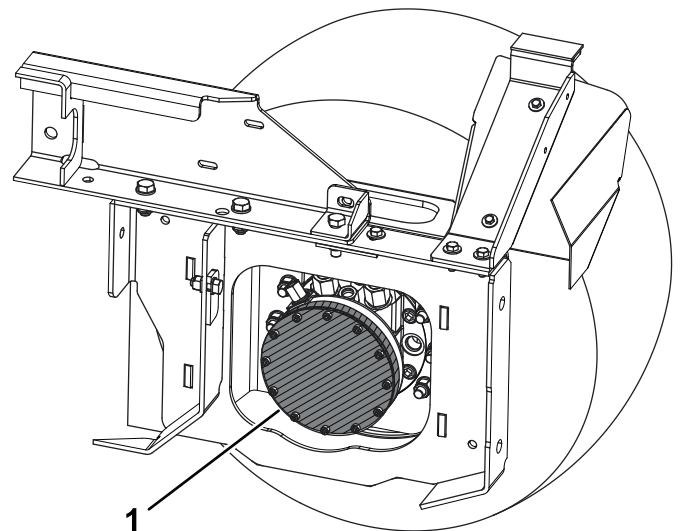

Figura 1
3. Identifique o motor da roda frontal direita. Limpe toda a sujidade e detritos da área a cinzento na Figura 1 para evitar que contaminação entre no motor quando a cobertura é libertada.